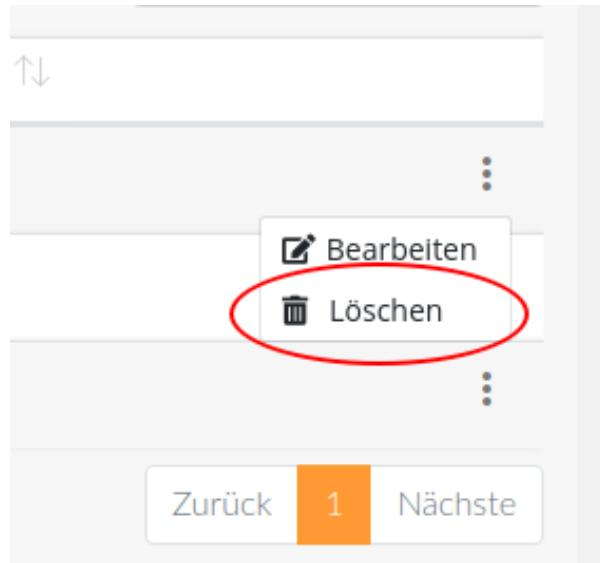

Abbildung 85: Löschen eines Trägers
- Klicken Sie auf der Übersichtsseite der Träger in der entsprechenden Reihe rechts auf das ausklappbare Menü (gekennzeichnet durch drei vertikale Punkte, vgl. Abbildung 85).